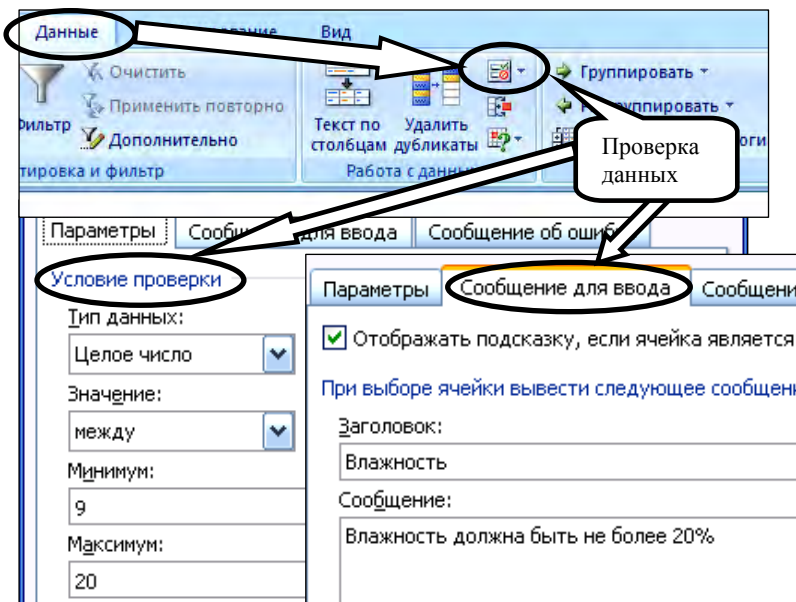

Рис. 6.3. Проверка данных
- На вкладке *Сообщение для ввода* можно установить флажок *Отображать подсказку, если ячейка является текущей* и ввести сообщение, чтобы оно появлялось на экране при вводе данных, не соответствующих условию проверки (рис. 6.3).